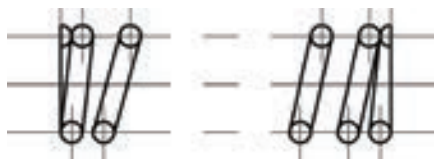

图 4-25 绘制连接线
(7) 绘制连接线 单击“绘图”工具栏中的“直线”按钮，绘制连接线，结果如图 4-25 所示。